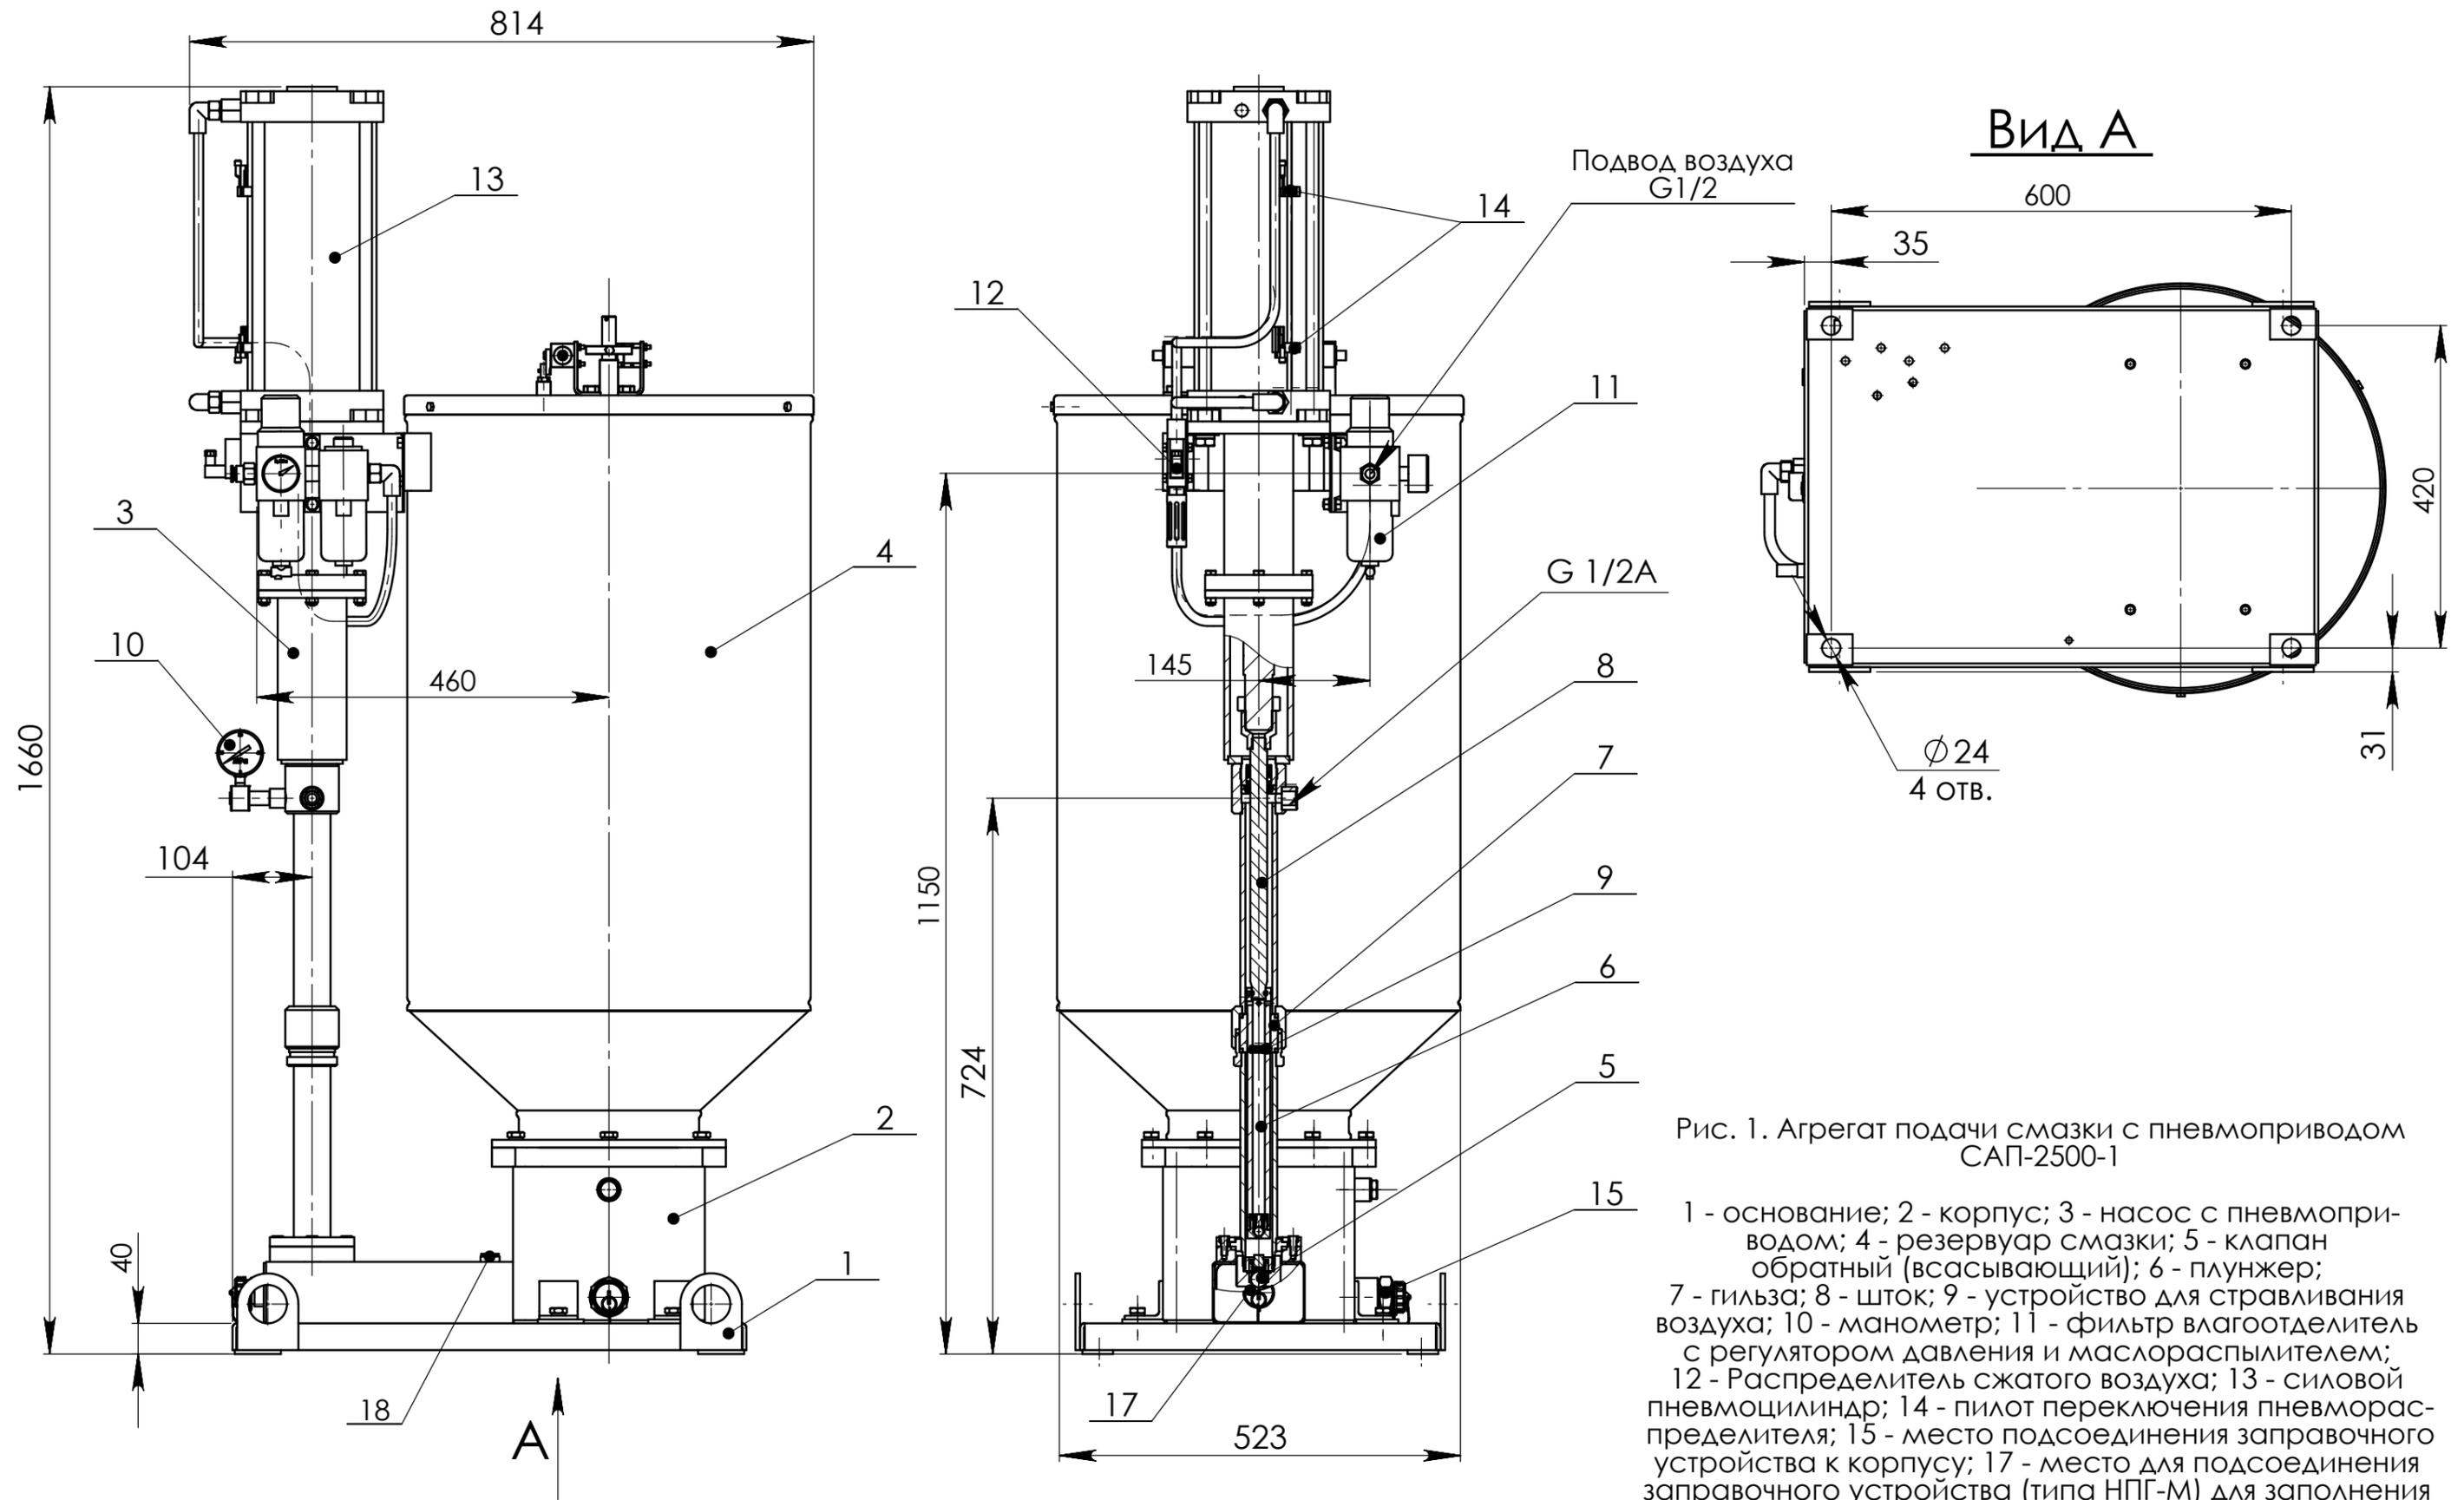

Рис. 1. Агрегат подачи смазки с пневмоприводом САП-2500-1
Тип-1 заправочный агрегат (рис.1) условное обозначения агрегата САП–2500 типа–1 для эксплуатации в умеренном климате «УХЛ» категории размещения 4
Агрегат САП – 2500 состоит из резервуара 4 (см. рис. 1; 2), который заправляют смазкой заправочным устройством через фильтр подсоединения заправочного устройства 15; пневмоцилиндра 13, приводящего в действие насос 3, распределителя сжатого воздуха 12; фильтра-влажнителя, регулятора давления воздуха и маслораспылителя 11, и распределителя с гидравлическим управлением (только для исполнения САП–2500-2) переключающего подачу смазки с одной магистрали на другую.
- а) вывернуть пробку 18 (рис. 1 или 2)
Неисправен всасывающий клапан 5 (рис. 1)	Снять насос, устранить причину неработоспособности клапана